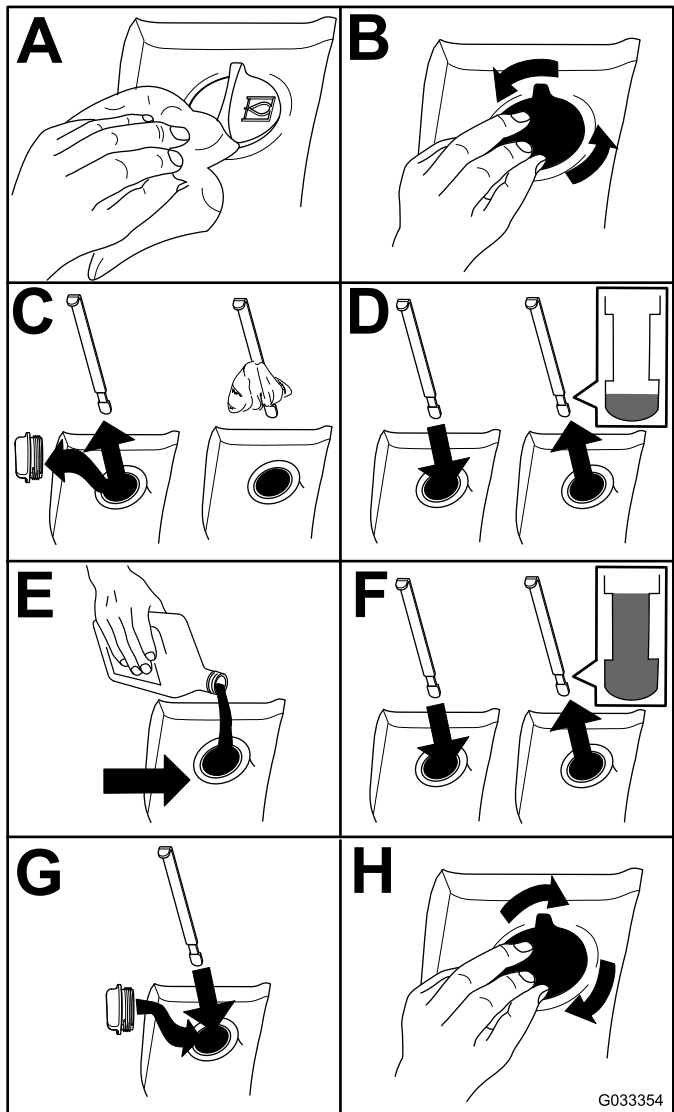

Figure 95
2. Contrôlez le niveau du liquide hydraulique (Figure 95).